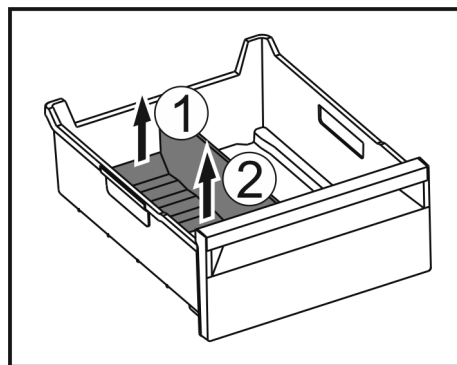

Fig. 208
- ▶ Ridicați partea posterioară a separatorului pentru compartimentul de gheață. Fig. 208 (1)
- ▶ Scoateți separatorul pentru compartimentul de gheață în sus. Fig. 208 (2)